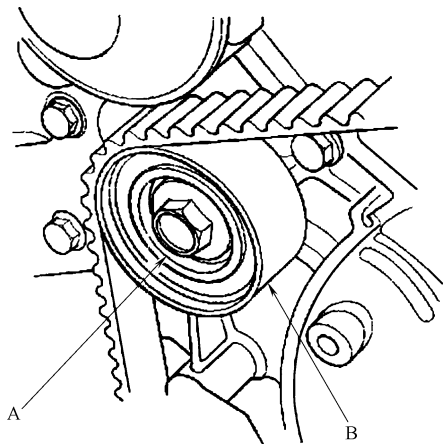

图 23-82 拆卸惰轮螺栓 A 和惰轮 B
15) 如图 23-82 所示, 拆卸惰轮螺栓 A 和惰轮 B, 然后拆下正时带。惰轮螺栓是一次性使用的, 因此拆下惰轮螺栓后即可废弃不用。